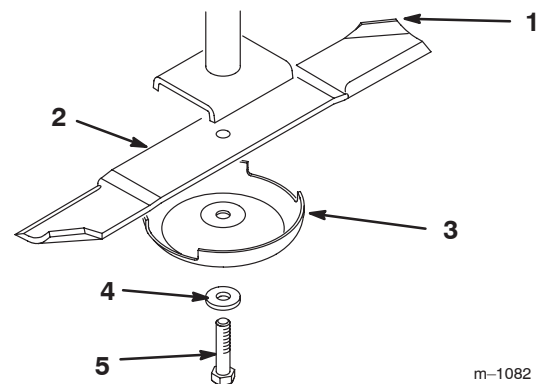
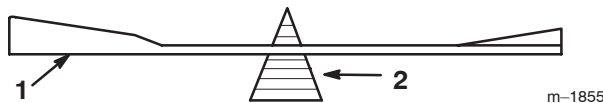

Bild 38
Bild 40
Halten Sie das Ende des Messers mit einem stark wattierten Handschuh oder wickeln Sie einen Lappen um es herum. Entfernen Sie die Messerschraube, die Sicherungsscheibe, die Antiskalpierscheibe und das Messer (Bild 38) von der Spindelwelle.
2. Überprüfen Sie die Auswuchtung des Schnittmessers auf einer Ausgleichsmaschine (Bild 40). Wenn das Schnittmesser in seiner horizontalen Position bleibt, ist es ausgewuchtet und kann wiederverwendet werden. Feilen Sie, wenn das Schnittmesser nicht ausgewuchtet ist, vom Flügelbereich des Messers etwas Metall ab (Bild 38). Wiederholen Sie diesen Vorgang, bis das Messer ausgewuchtet ist.
1. Montieren Sie das Messer auf der Spindelwelle (Bild 38).
Wichtig Der Windflügel des Schnittmessers muss nach oben zur Mähwerkinnenseite zeigen, um einen guten Schnitt sicherzustellen (Bild 38).
2. Setzen Sie die Antiskalpierkuppe, die Sicherungsscheibe und die Messerschraube ein (Bild 38). Ziehen Sie die Messerschraube mit 115 bis 140 Nm an.